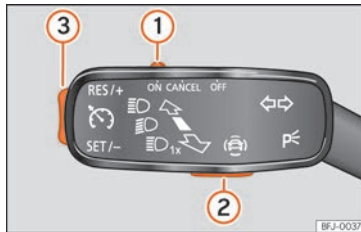

Abb. 254 Am Blinkerhebel: Tasten zur Bedienung des Geschwindigkeitsbegrenzers.
Zum Wechseln zwischen den Fahrerassistenzsystemen die Taste » » Abb. 254 Ⓜ drücken und anschließend mit dem Rädchen rechts im Multifunktionslenkrad im Menü Kombi-Instrument wählen und durch Drücken des Rädchens bestätigen.
- Schieben Sie den Schalter »» **Abb. 254** ① auf die Position **ON** und drücken Sie die Taste ②.
- Drücken Sie während der Fahrt die Taste »» **Abb. 254** ③ im Bereich **SET/-**.
Die Geschwindigkeit kann mit der Taste »» **Abb. 254** ③ eingestellt werden:
- Schieben Sie den Schalter »» **Abb. 254** ① auf die Position **OFF**.
Wenn Sie den Geschwindigkeitsbegrenzer – beispielsweise zum Überholen – vorübergehend deaktivieren möchten, schieben Sie den Schalter »» **Abb. 254** ① auf die Position **CANCEL** oder drücken Sie die Taste ②.
Nach dem Überholmanöver kann der Geschwindigkeitsbegrenzer wieder mit der zuvor gespeicherten Geschwindigkeit aktiviert werden, indem die Taste »» **Abb. 254** ③ im Bereich **RES/+** gedrückt wird.